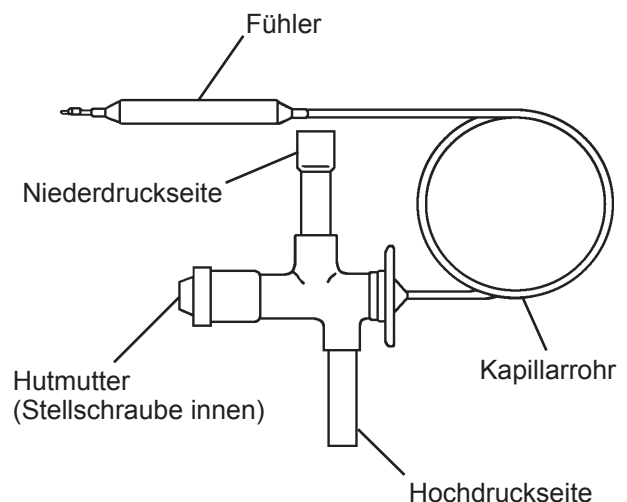

Abb. 13
- 4) Aus- und Einlassleitungen des Expansionsventils mit einem Rohrschneider trennen. Die Einlassleitungen nahe am Expansionsventil trennen, um die Rohrlänge so lang wie möglich zu halten. Die Auslassleitungen an der gestrichelten Linie in der Abb. 13 trennen. Bei Bedarf die Enden der getrennten Rohre für den Anschluss an das neue Expansionsventil mit einer Rohrverlängerung erweitern.